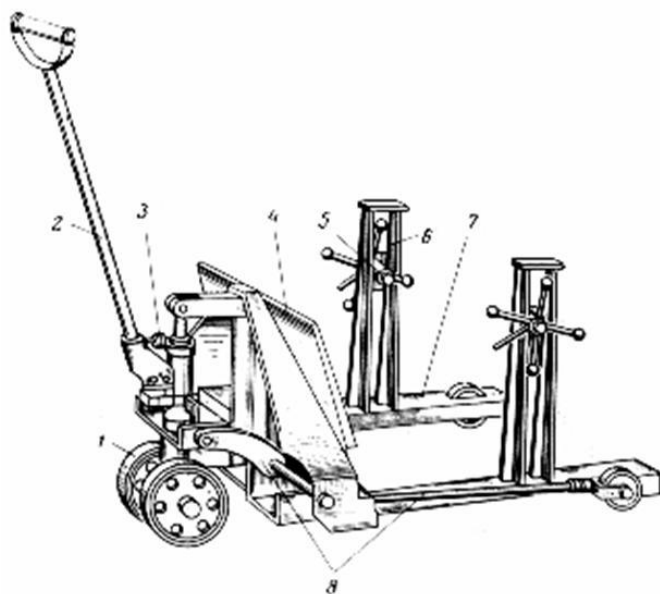

Рис. 11. Тележка ТГБ.
7. Назовите элемент 2, изображённый на рис. 11.